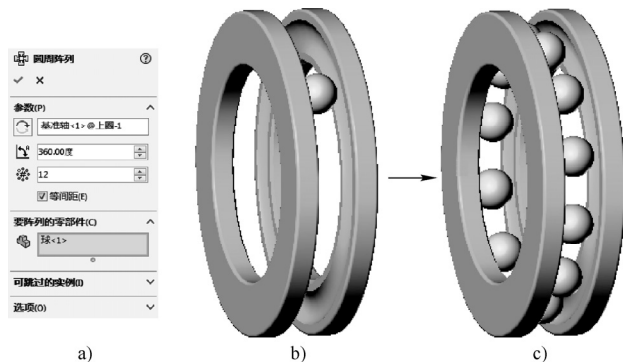

图 6-17 典型的圆周零部件阵列
- 圆周零部件阵列 ：顾名思义可以对某个零部件进行圆周阵列操作，如图 6-17 所示。通过选择阵列轴和阵列零部件，并设置旋转的角度和阵列零部件的个数即可执行此阵